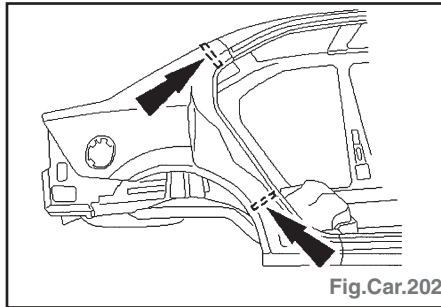

Fig.Car.202
- chauffer les zones contre les bruits et vibrations et détacher, avec précaution, le panneau latéral (Fig.Car.202).